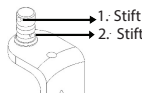

Abbildung 21
- Wenn eine feste Verbindung bevorzugt wird, sollte der zweite Stift mit einer der Nuten ausgerichtet werden, und die **ALIF-Klinge** wird nach oben geschoben. Wenn der zweite Stift mit dem **Klingenhalter mit Schnellverbindung** verbunden ist, bleibt die **ALIF-Klinge** fest fixiert. (Abbildung 21)